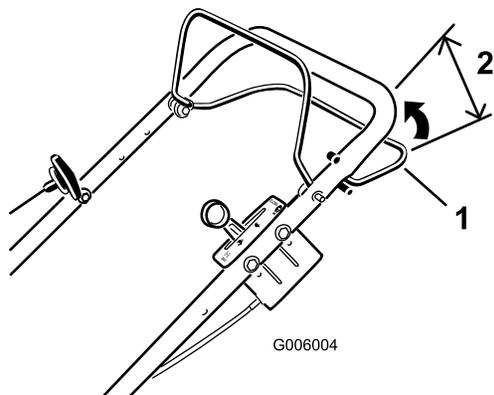
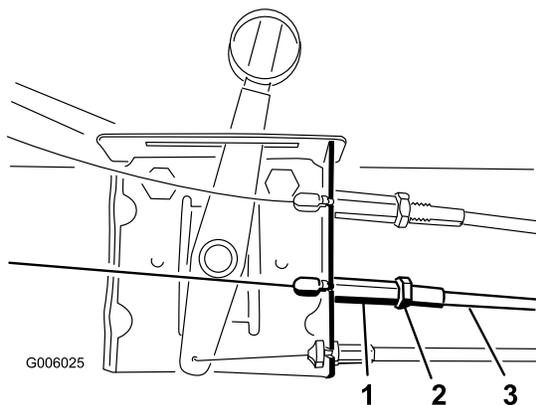

Figura 43
Figura 44
Si el cortacésped no avanza, o si avanza muy lentamente cuando la barra de autopropulsión está a más de 57 mm (2-1/4 pulg.) del manillar (Figura 43), ajuste el sistema de autopropulsión.
1. Afloje la contratuerca (Figura 44).
2. Enrosque la cubierta del cable en el conector roscado para aumentar el espacio entre la barra y el manillar (o desenrosque la cubierta del cable del conector roscado para reducir el espacio) (Figura 44) hasta obtener el espacio correcto (Figura 43).